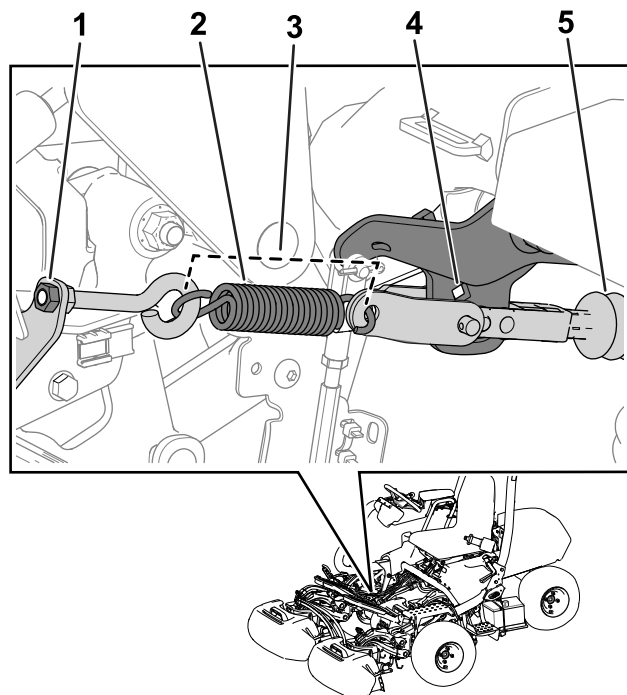

図 36
注 手順については 図 36 を参照。
3. アイボルトのナットを締め付けてスプリングの長さ取り付け状態を 11.4 cm にする 図 36。